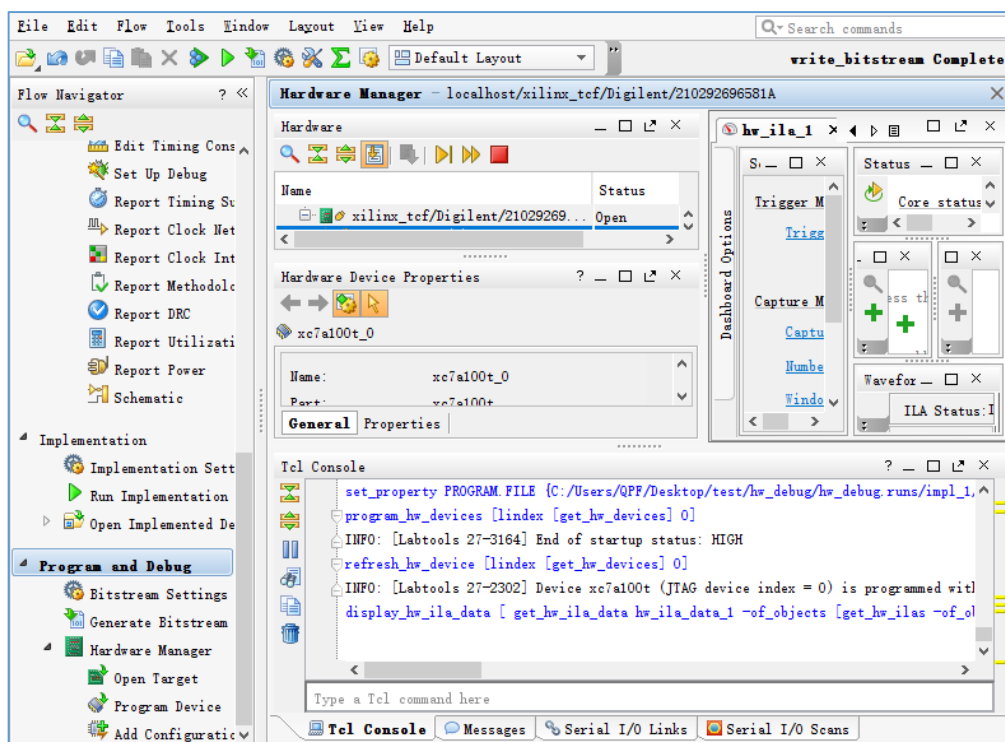

图 4.136 Hardware Manager 界面
4.下载完成后“Hardware Manager” 界面如图 4.136 所示。